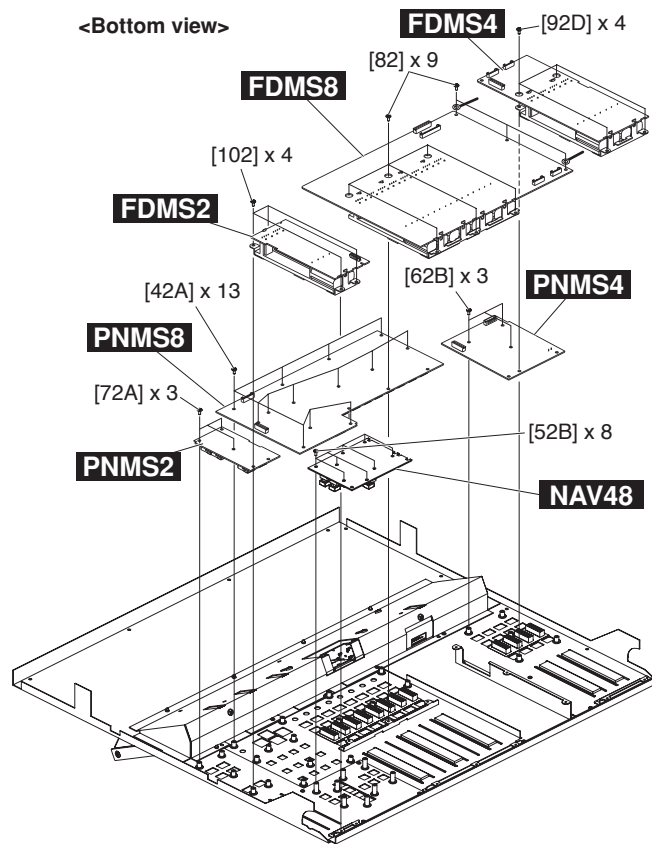

Fig. 12 (図 12)
- D-2-4 Remove the seven (7) screws marked [22B] and loosen the two (2) screws marked [92C]. The LCD assembly can then be removed. (Fig.12)
- D-2-4 [22B] のネジ 7 本を外し、[92C] のネジ 2 本を緩めて、LCD Ass'y を外します。(図 12)
D-3-3-1 Remove the fader knob marked [210B] and the fader knob marked [220B] from the control panel side. (Fig.12)
D-3-3-2 Remove the four (4) screws marked [102]. The FDMS2 circuit board can then be removed. (Fig.12)
D-3-4-1 Remove the four (4) fader knobs marked [200A] from the control panel side. (Fig.12)
D-3-4-2 Remove the four (4) screws marked [92D]. The FDMS4 circuit board can then be removed. (Fig.12)
D-3-3-1 コントロールパネル面より、[210B] のフェーダーノブ 1 個と [220B] のフェーダーノブ 1 個を外します。(図 12)
D-3-3-2 [102] のネジ 4 本を外して、FDMS2 シートを外します。(図 12)
D-3-4-1 コントロールパネル面より、[200A] のフェーダーノブ 4 個を外します。(図 12)
D-3-4-2 [92D] のネジ 4 本を外して、FDMS4 シートを外します。(図 12)
- D-3-5-1 Remove the eight (8) fader knobs marked [205] and eight (8) encoder knobs marked [230A] from the control panel side. (Fig.12)
- D-3-5-2 Remove the nine (9) screws marked [82]. The FDMS8 circuit board can then be removed. (Fig.12)
- * **When installing the fader knob, the concave side should be to the right. (Fig.12)**
- D-4-4 Remove the three (3) screws marked [72A]. The PNMS2 circuit board can then be removed. (Fig.12)
- D-5-4 Remove the three (3) screws marked [62B]. The PNMS4 circuit board can then be removed. (Fig.12)
- D-3-5-1 コントロールパネル面より、[205] のフェーダーノブ 8 個と [230A] のエンコーダーノブ 8 個を外します。(図 12)
- D-3-5-2 [82] のネジ 9 本を外して、FDMS8 シートを外します。(図 12)
- ※ フェーダーノブを取り付ける際は、フェーダーノブの凹部が右側になるように取り付けてください。(図 12)
- D-4-4 [72A] のネジ 3 本を外して、PNMS2 シートを外します。(図 12)
- D-5-4 [62B] のネジ 3 本を外して、PNMS4 シートを外します。(図 12)
D-6-3 Remove the knob marked [240A] from the control panel side. (Fig.12)
D-6-5 Remove the thirteen (13) screws marked [42A] and the eight (8) screws marked [52B]. The NAV48+PNMS8 circuit board can then be removed. (Fig. 12)